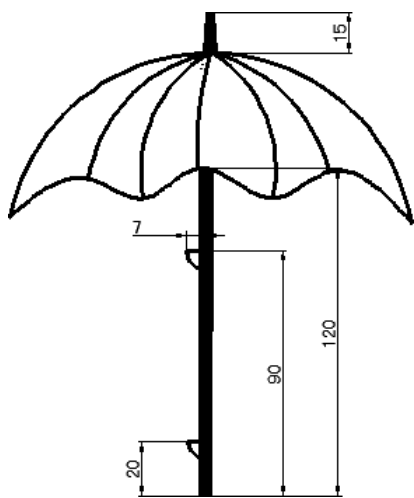

图 17.3.12 添加线性尺寸标注
Step3. 用 **标注** \rightarrow **线性** 命令创建线性尺寸标注, 完成后的图形如图 17.3.12 所示。